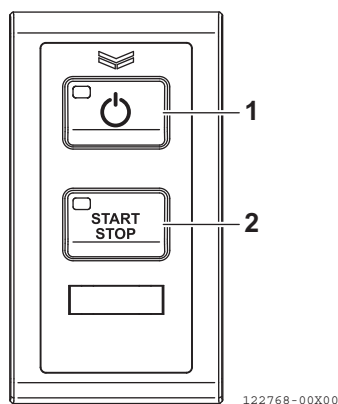

Figura 35
4. Prima o interruptor de energia no painel de interruptores da estação seleccionada (**Figura 35, (1)**).
9. Prima o botão ARRANCAR/PARAR motor (**Figura 35, (2)**) e ligue o motor de arranque.